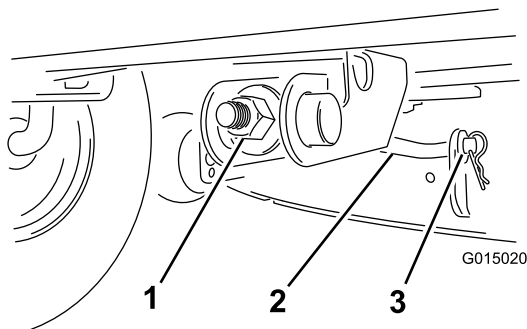

Figura 33
6. Rimuovete la coppiglia e la rondella dall'asta di supporto frontale (Figura 33), quindi abbassate con cautela la parte anteriore del piatto di taglio fino al suolo.
10. Montate l'asta di sostegno anteriore sul piatto di taglio con la rondella e la coppiglia (Figura 33).